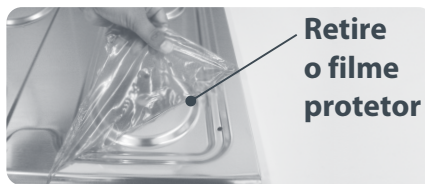

Fig. 1
**IMPORTANTE:** Retire o filme plástico protetor da mesa do fogão (Fig. 1) e limpe-a com um pano umedecido em uma mistura de água e sabão neutro. A não retirada do filme plástico provocará amarelamento do aço inox quando a peça for aquecida. Atenção: para os produtos INOX, deve ser retirado também do painel de registro, perfil lateral, perfil porta do forno e estufa e painel estufa fixa.